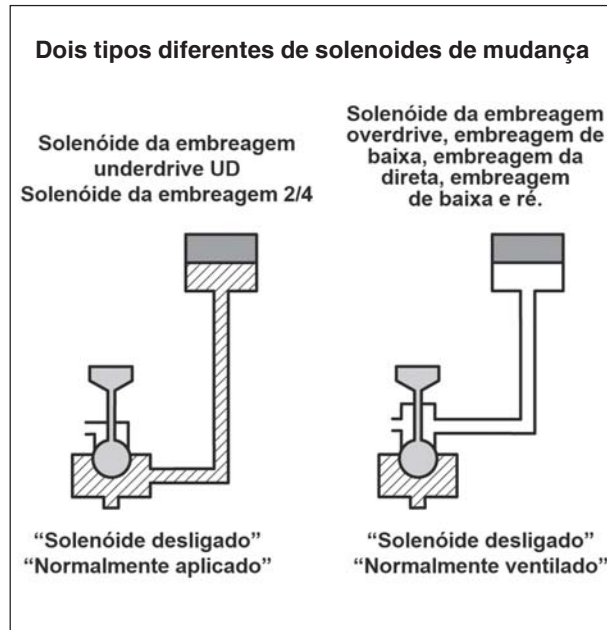

Figura 22
O solenóide underdrive (UD) e o solenóide 2/4 são normalmente “aplicados” enquanto os solenóides restantes de controle dos freios e embreagens são normalmente “ventilados” (veja figura 22).